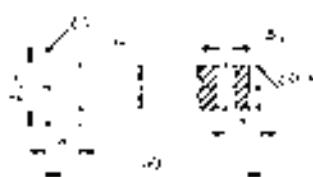

图 7-29 销轴
1) 单击“标准”工具栏中的“打开”按钮 ，打开源文件中的销轴标注图形，如图 7-29 所示。